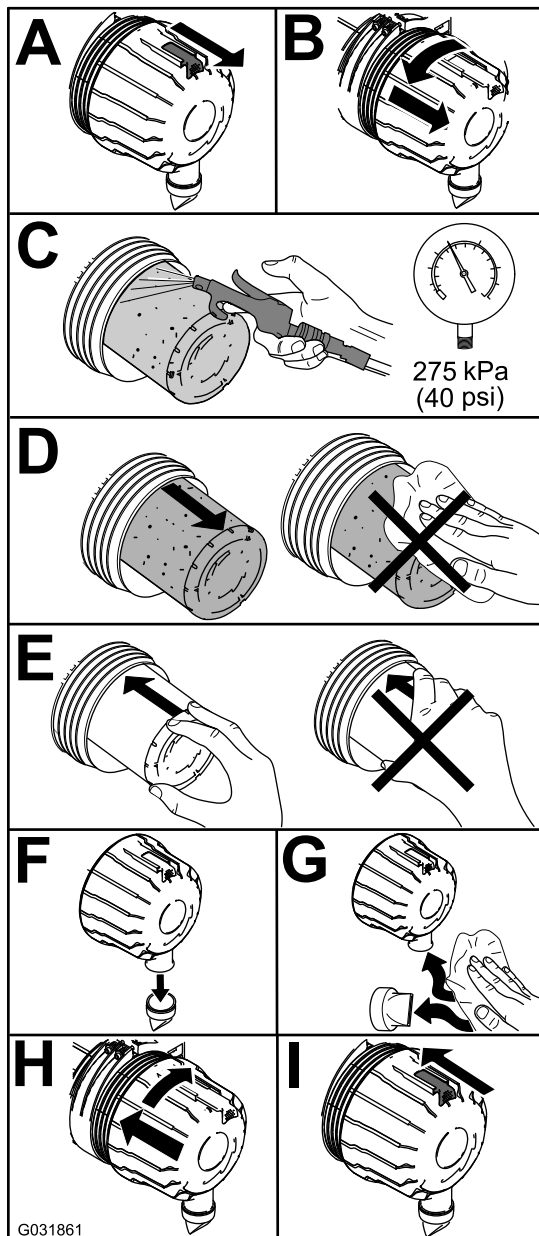

Figura 43
1. Sostituite il filtro dell'aria (Figura 43).